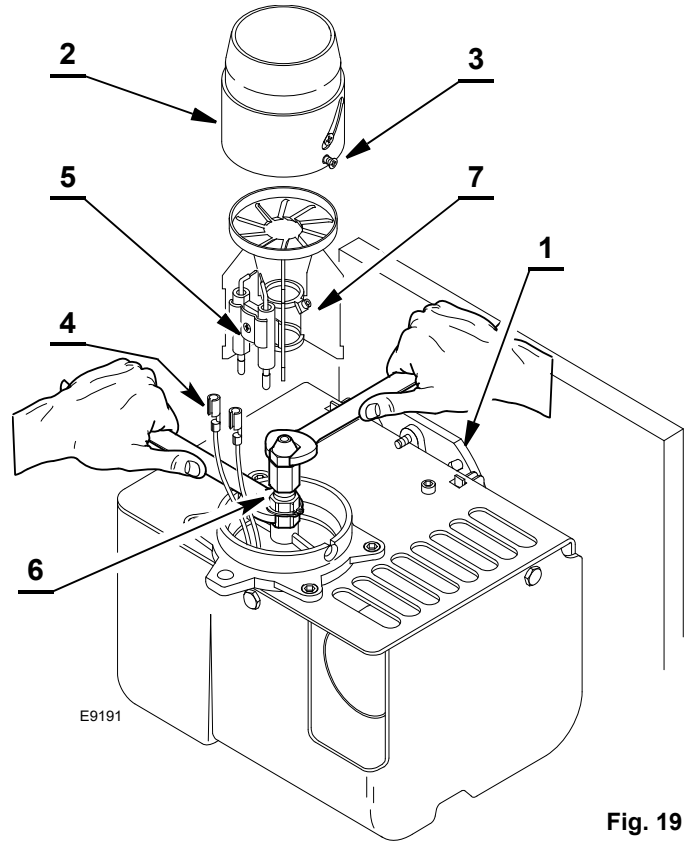

Fig. 19
- Loosen the screw 1)(Fig. 19).
- Loosen the screw 2)(Fig. 19).